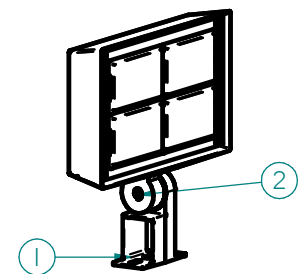

Fig. 1
#### Tourillon (Fig. 1):
- Utilisez au moins deux boulons de 3/8" de diamètre ou un boulon de 3/4" de diamètre pour le montage (élément 1 dans la Fig. 1).
- Desserrez le boulon (Article 2 sur la Fig. 1) sur la genouillère à l'aide d'une clé hexagonale de 3/8" pour permettre à l'appareil d'être orienté vers le haut ou vers le bas.
- Une fois que la fixation est dirigée vers la cible souhaitée, serrez le boulon (pos. 3 sur la fig. 1) sur le charbon.